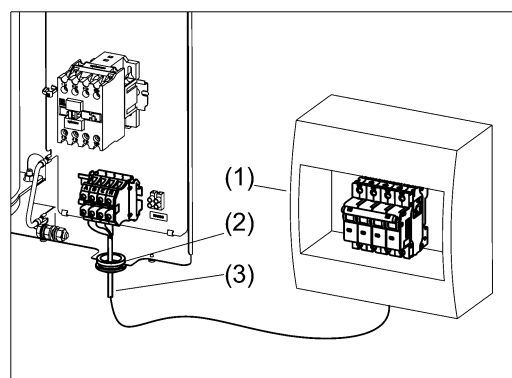

Рисунок 8. Подключение прибора к электросети
(1) Выполните монтаж автоматического выключателя QF в непосредственной близости от прибора и доступным для визуального обзора месте (см. рис. 8);